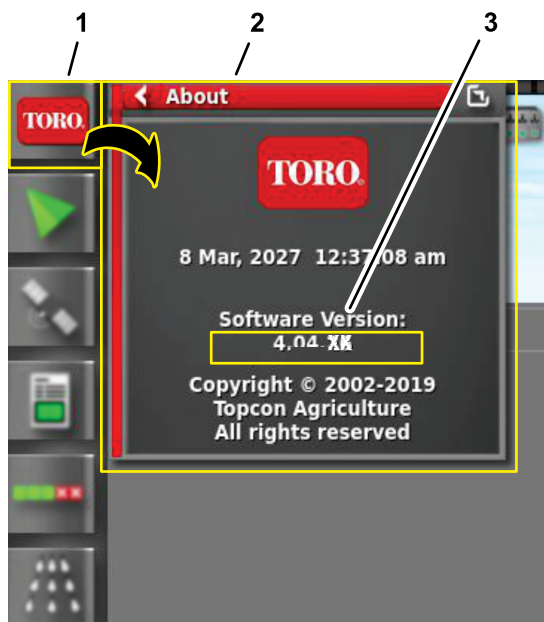

Figura 235
2. Pulse el icono ACERCA DE (Toro) en la esquina superior izquierda de la consola de control (Figura 235).